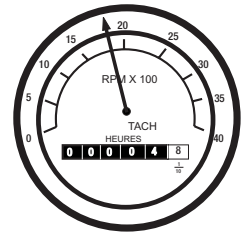

Figure. 50 Jauge de Tachymètre du Moteur
12. L'indicateur du tachymètre (Figure 50) indique le régime moteur lorsque le générateur est en marche. En situation de fonctionnement normal, la vitesse est d'environ 1800 TPM.